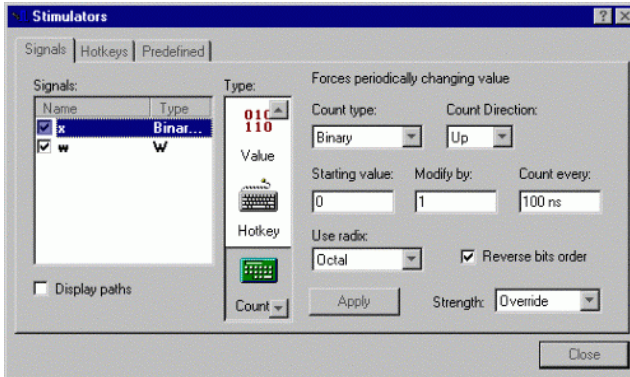

Рисунок 5.2 – Вікно Stimulators. Тип стимулятора – Counter
3.1 Натисніть кнопку *Design Flow*  панелі інструментів (комбінація клавіш <Alt+3>). Відкриється вікно управління проектом (рис. 5.2).